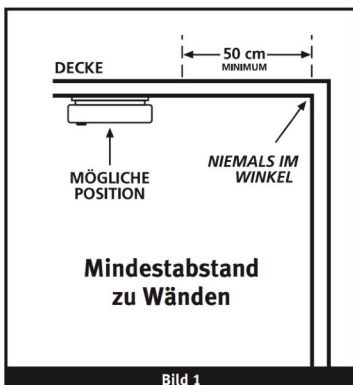

Bild 1
- Halten Sie bei der Deckenmontage eines Rauchmelders grundsätzlich einen Abstand von mindestens 50 cm zu den Wänden ein (s. Bild 1).